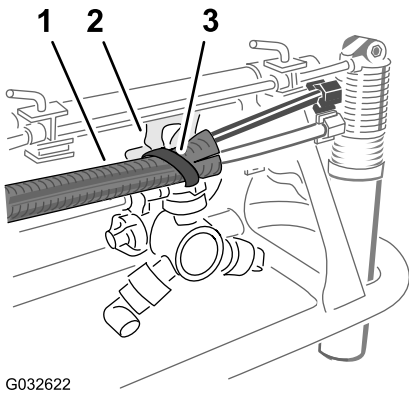

图23
5. 如 图23 所示用扎带将管子总成固定到喷嘴支架的孔中。